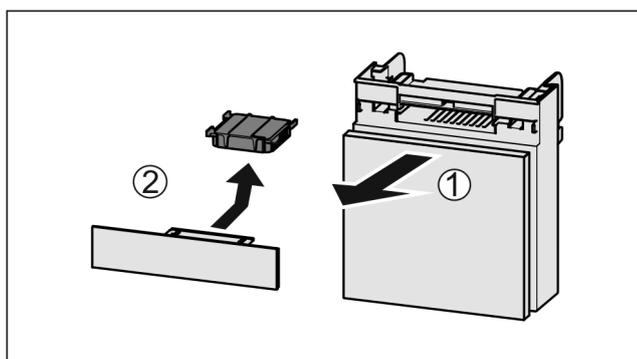

Fig. 159
- ▶ Extraire le compartiment par l'avant Fig. 159 (1).
- ▶ Sortir le filtre à charbon actif Fig. 159 (2).